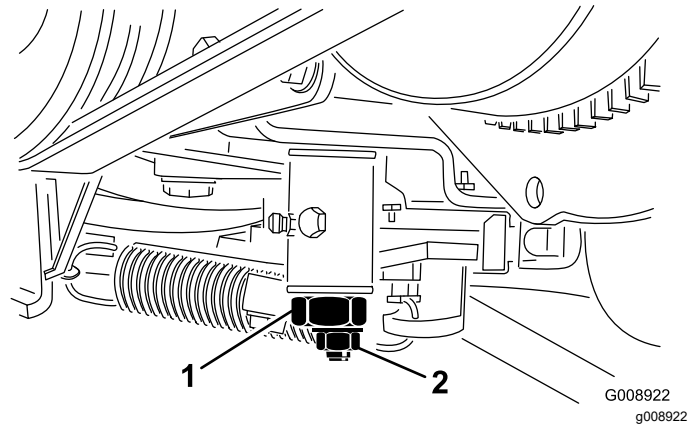

Bild 57
4. Lockern Sie die Sicherungsmutter an der Fahrtriebs-Einstellnocke (Bild 57).